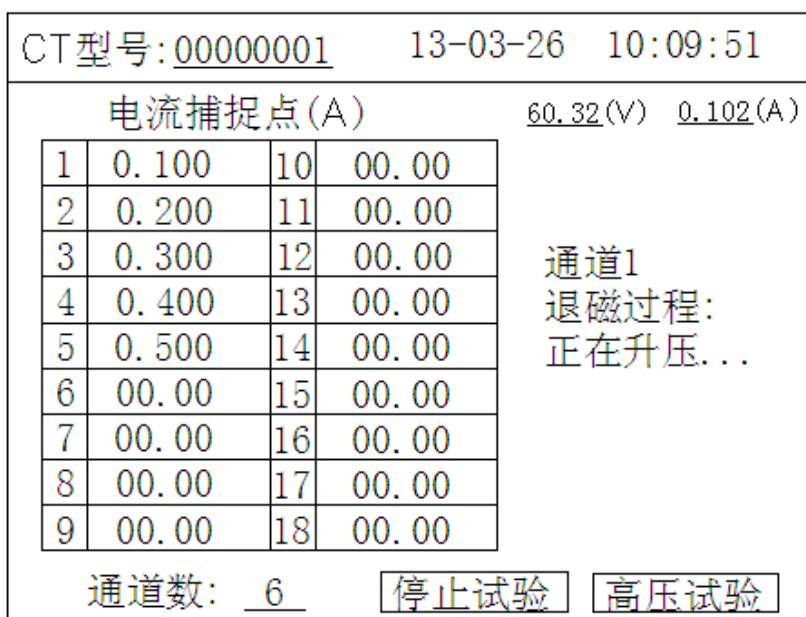

图 4 退磁测试界面
3) 根据试验需要将以上参数设置好，移动光标选择“低压试验”或者“高压试验”后即可进入如图 4 所示退磁测试界面。